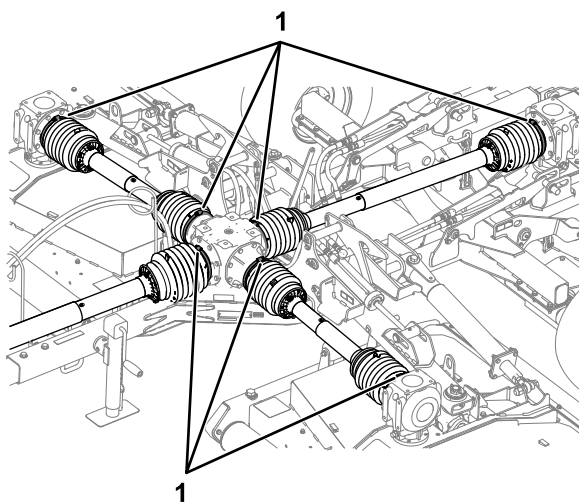

Figure 22
7. Vérifiez que les 7 colliers fixent solidement les protections des arbres d'entraînement aux boîtiers d'engrenages du centre et des plateaux (Figure 22).